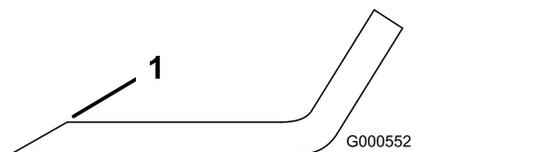

Figure 52
1. Au moyen d'une lime, aiguissez les tranchants aux deux extrémités de la lame (Figure 52).